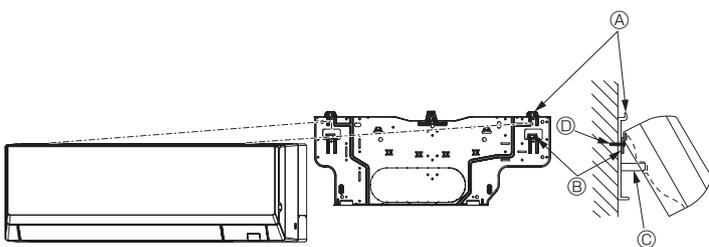

Fig. 3-26
- Si la unidad interior no puede colgarse y levantarse con el gancho normal (las dimensiones de 2.1. ④ (el espacio entre el techo y la unidad) son como máximo de 75 mm, 2-61/64 pulg.), cuelgue la unidad en el gancho inferior. (Fig. 3-26)
(Fig. 3-26)